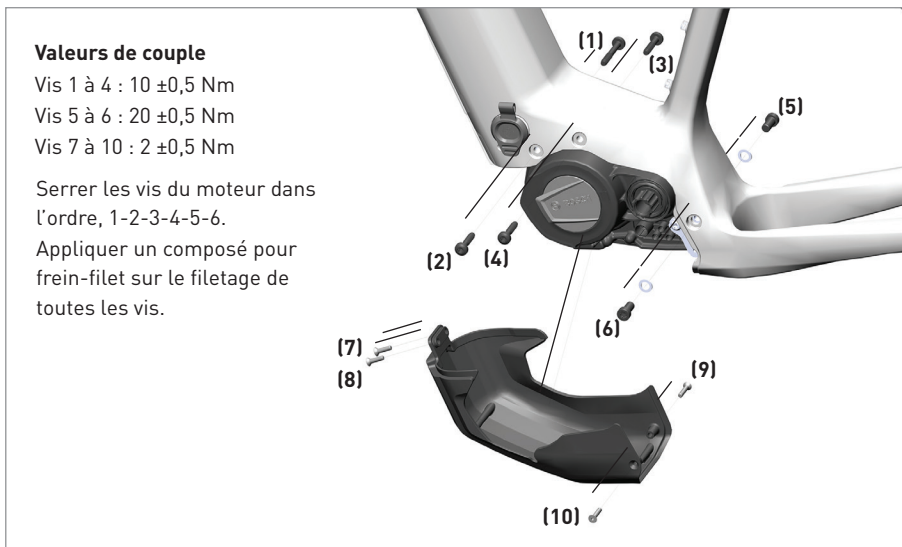

Figure 5
5. Lors du remontage du moteur, utilisez les valeurs de couple indiquées à la figure 5.